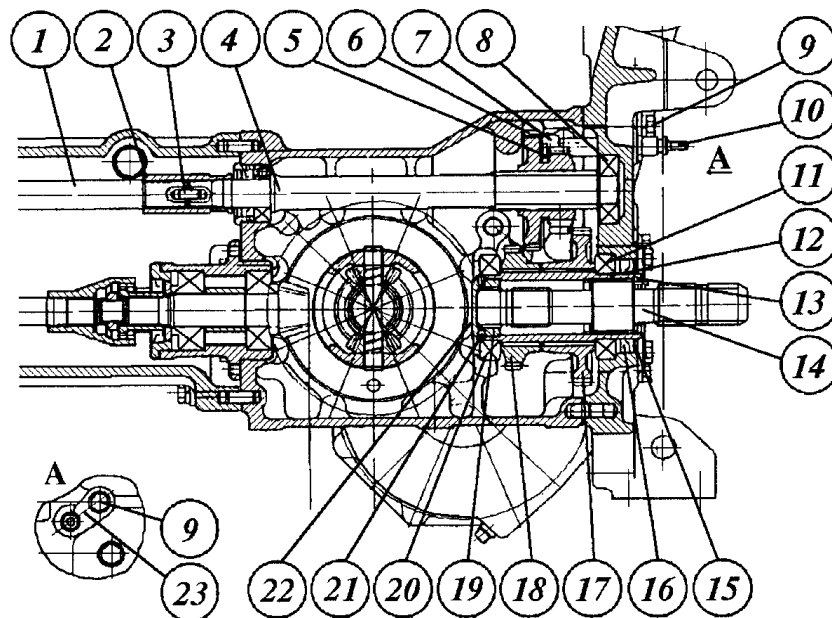

Рис. F-31 Задний вал отбора мощности.
10. ЗАДНИЙ ВАЛ ОТБОРА МОЩНОСТИ (рис. F-31)